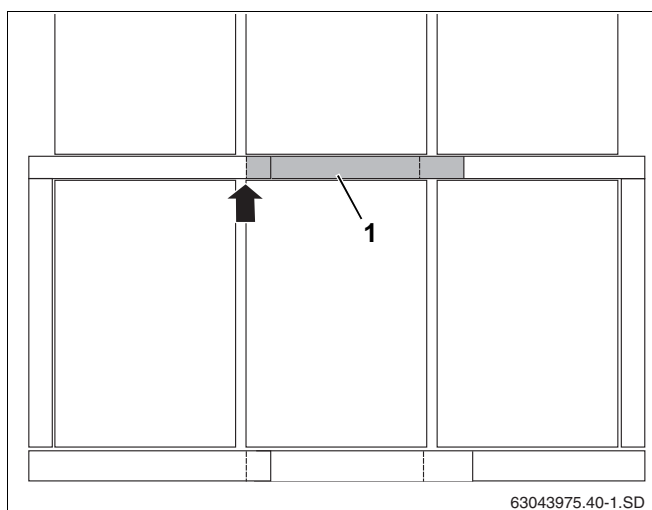

Fig. 52 Positionering af midterdækpladerne
Hvis der er mere end to solfangere, kræves der midterdækplader (fig. 52, **pos. 1**) mellem solfangerrækkerne. De skal monteres, så de er i niveau med solfangeren til venstre (pil).